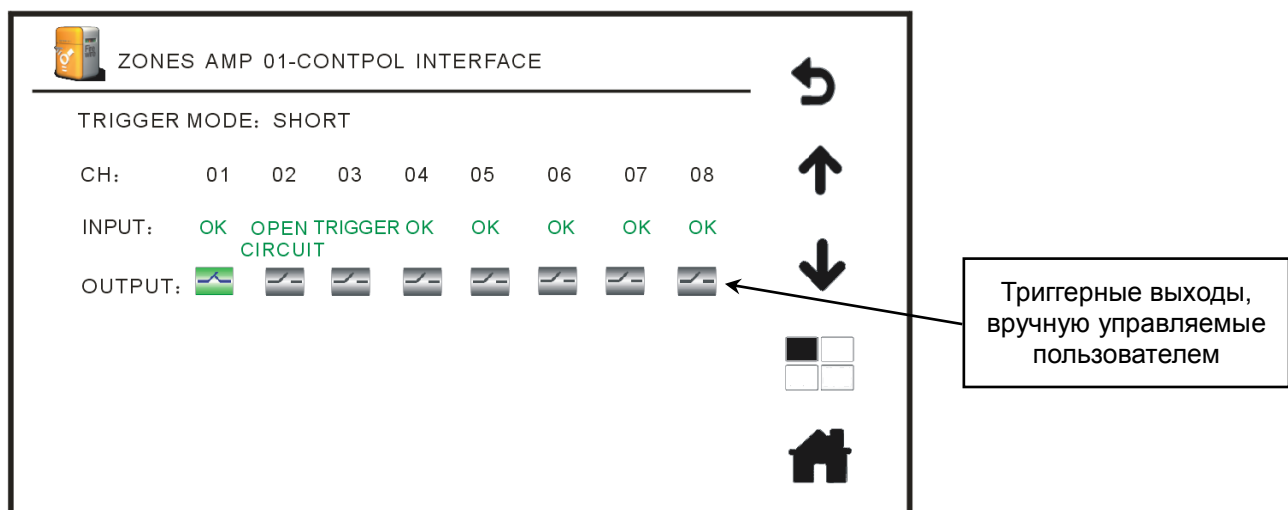

Рис. 4.21. Состояние интерфейса управляющих сигналов зонального усилителя
7. **CONTROL INTERFACE** отображает состояние интерфейса управляющих сигналов. Нажмите на этот значок и войдите в подменю **CONTROL INTERFACE** (интерфейс управляющих сигналов), чтобы проверить состояние интерфейсов управляющих сигналов текущего усилителя, как показано на Рис. 4.21.